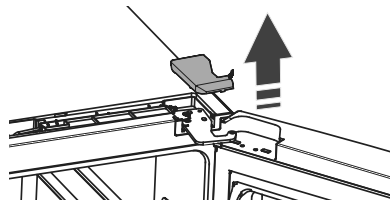

Figure 2
- 3 Retirez le couvercle à charnière supérieure (voir Figure 2).